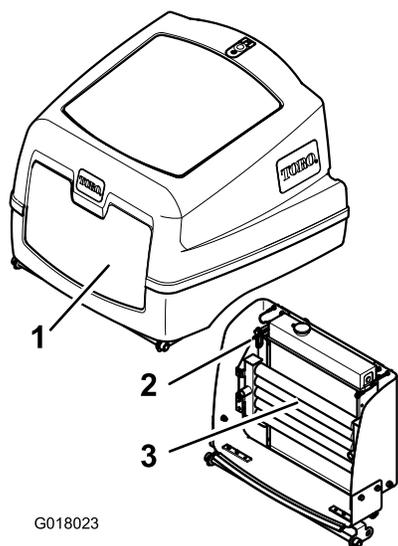

Figure 57
4. Déverrouillez et soulevez le capot moteur (Figure 57).